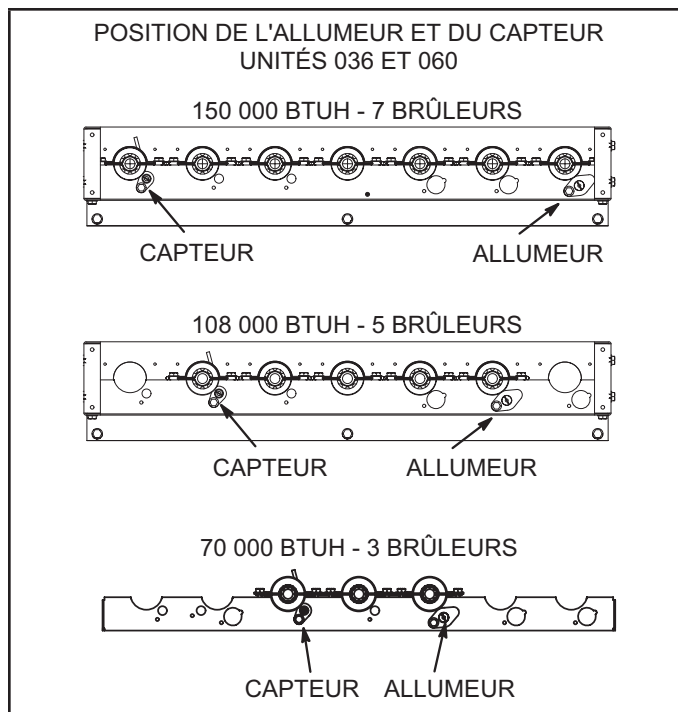
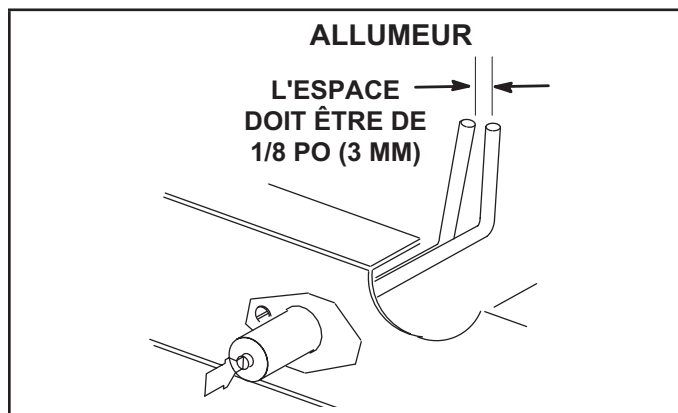
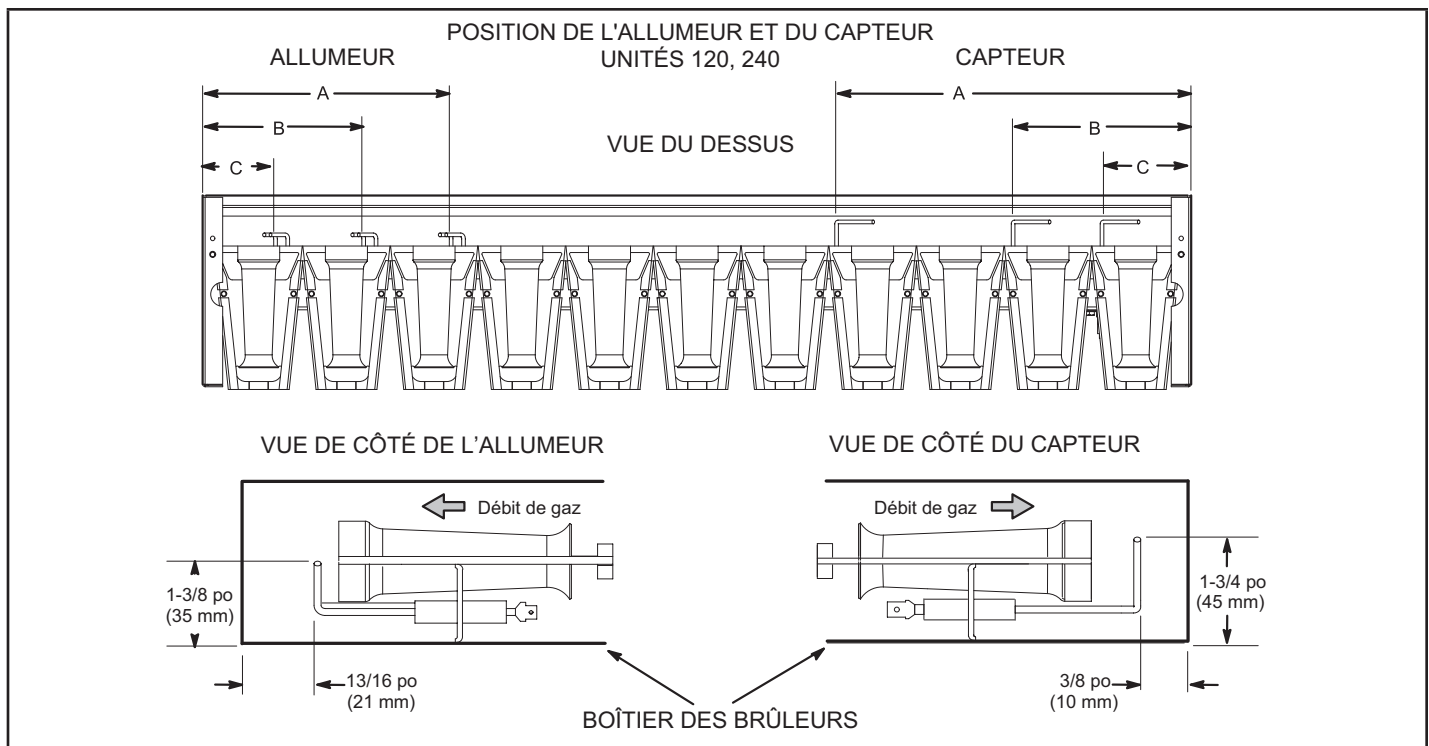

FIGURE 61
FIGURE 62
FIGURE 63
- 5 - Localisez l'allumeur sous le brûleur droit pour les unités 036 et 060. Reportez-vous à la FIGURE 61. Localisez l'allumeur sous le brûleur gauche pour les unités 120 et 240. Reportez-vous à la FIGURE 63 et au TABLEAU 27. Utilisez des jauges d'épaisseur pour vérifier l'écartement des électrodes comme indiqué à la FIGURE 62.
- 3 - Retirez et conservez les vis fixant l'inducteur d'air de combustion sur la boîte à feu. Retirez le connecteur d'évent. Voir FIGURE 51 pour les unités 036 et 060 et FIGURE 63 pour les unités 120 et 240.